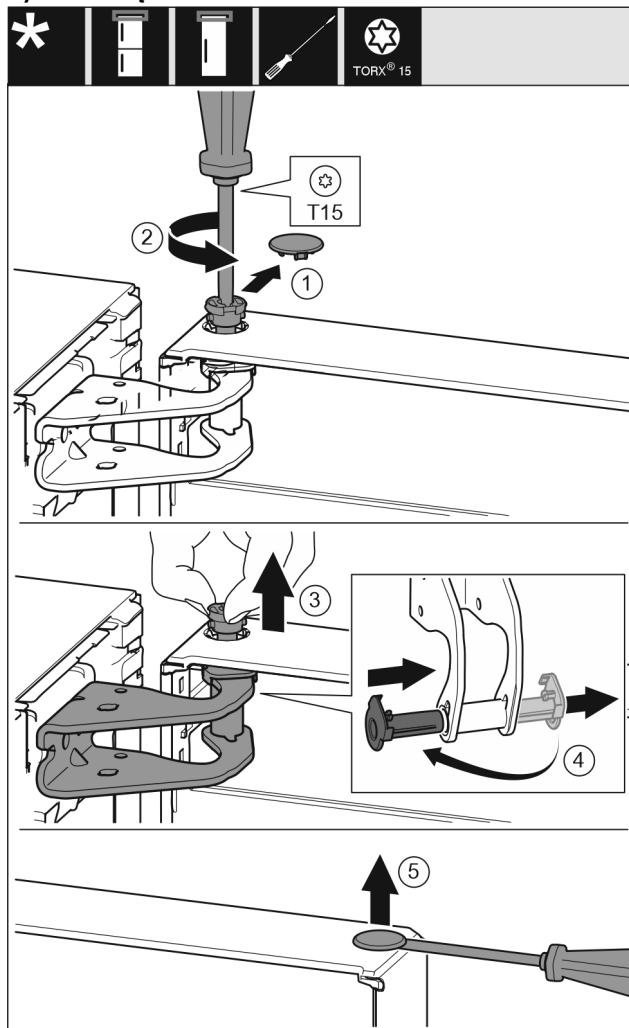

Fig. 12
- ▶ Ostrożnie zdjąć osłonę zabezpieczającą. Fig. 12 (1)
- ▶ Sworzeń wykręcić nieco przy pomocy śrubokręta T15. Fig. 12 (2)
- ▶ Przytrzymać drzwi i wyjąć sworzeń palcami. Fig. 12 (3)
- ▶ Tuleję łożyskową wyjąć z prowadnicy. Założyć z drugiej strony i zażebić. Fig. 12 (4)
- ▶ Zatyckę ostrożnie podważyć przy pomocy śrubokręta i wyjąć z tulei łożyskowej drzwi. Fig. 12 (5)